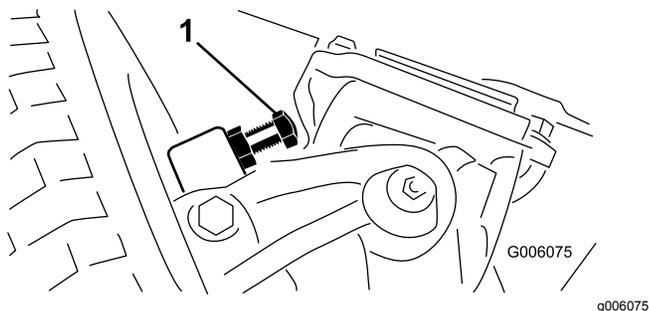

Figure 67
1. Vissez ou dévissez les boulons jusqu'à ce que l'écart correct soit obtenu (2,3 mm) ; voir Figure 67.